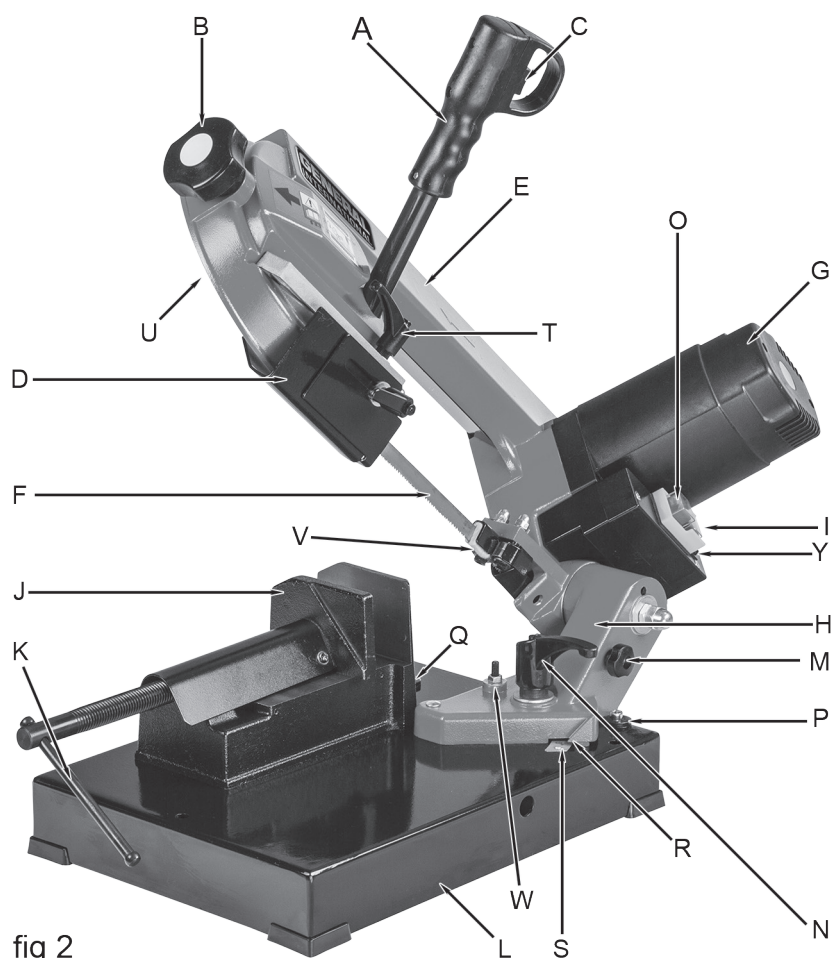

fig 2
- le corps de la machine (E, fig 2 et 3); le cadre de la tête complète avec moteur et le système d'entraînement (G, fig 2 et 3) assemblés au moyen d'un support pivotant (H, fig 2 et 3).
- la partie inférieure, constituée d'une base (L, fig 2 et 3) et de l'étau (J, fig 2 et 3).
- Immobiliser le cadre de tête par l'intermédiaire de la barrure du boîtier. (M, fig 2 et 3).
Tourner le bouton de tension de lame (B, fig 2 et 3) dans le sens horaire jusqu'à un serrement adéquat.
La machine est livrée avec jeu de calibrage de base à 0 ° et 45 °, par arrêt mécanique : le limiteur de 0 ° et 45 ° limiteur d'onglet (p & q, fig 2 et 3).
- Desserrer le bouton de verrouillage du support pivotant (N, fig 2 et 3).
- Tournez le support pivotant (H, fig 2 et 3) en utilisant la poignée de commande (A, fig 2 et 3).
- Arrêter la rotation lorsque l'indicateur d'angle d'onglet (R, fig 2 et 3) est aligné avec la position sélectionnée sur l'échelle de l'angle d'onglet gradué sur la base (S, fig 2 et 3).
- Verrouiller le support pivotant dans sa nouvelle position en serrant la barrure (N, fig 2 et 3).
- Relâchez le support pivotant en desserrant le verrou de support pivotant (N, fig 2 et 3).
- Verrouiller le support pivotant dans sa nouvelle position en serrant le bouton de verrouillage (N, fig 2 et 3).
- Desserrer le bouton de verrouillage coulissant du guide (T, fig 2 et 3).
- Faites glisser le guide coulissant sur la lame (D, fig 2 et 3) jusqu'à ce qu'il soit aussi proche que possible de la pièce à usiner.
- Verrouiller le guide-lame en position en serrant le bouton de verrouillage du guide (T, fig 2 et 3).
- Sélectionnez la vitesse, si 197 pi/min ou 262 pi/min (60 or 80 m/min), en utilisant le commutateur de sélection de vitesse (Y, fig 2 & 3).
- Repérez la poignée de la vis de l'étau (K, fig 2 et 3).
- Tournez la poignée de l'étau dans le sens antihoraire jusqu'à ce qu'il y ait suffisamment de place pour que votre pièce à travailler entre dans les plaques de serrage (J, fig 2 et 3).